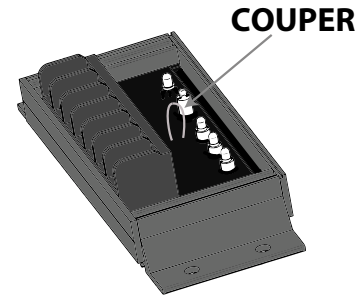

Figure 2d. Couper la boucle du fil de sélection de la régulation.
3. Une boucle de fil fait saillie hors de l'époxy. Couper la boucle avec des pinces pour brancher la méthode de réglage à commutation lente. Voir la Figure 2d.